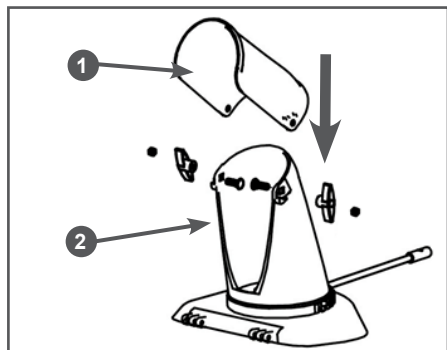

Рис. 4 Установка дефлектора желоба
3. Установите дефлектор желоба. Совместите отверстия в дефлекторе и желобе, вставьте в полученные отверстия болты, установите шайбы и закрутите барашковые гайки (Рис. 4).